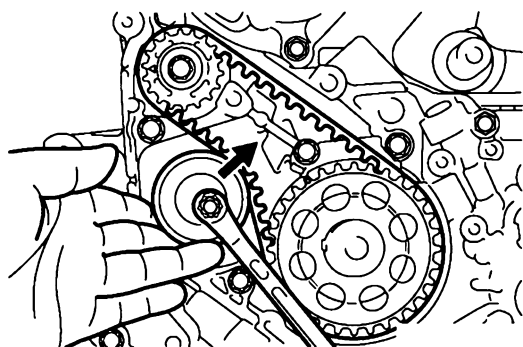

图 28-35 拧紧固定张紧器 B 的螺栓
- 4) 用手指提起正时带张紧侧，施加足够的张紧力，将正时带张紧器 B 向图 28-35 中箭头所示方向移动。拧紧固定张紧器 B 的螺栓，紧固力矩为 $(19 \pm 3) \text{ N} \cdot \text{m}$ 。